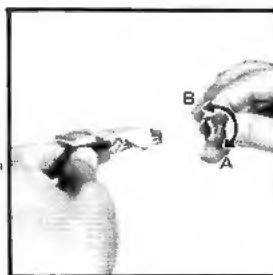

Fig. 4 Abb. 4
2. Mounting the cartridge (Figs. 4, 5)
• Removal and mounting of the headshell (Fig. 4)
2. Montage des Tonabnehmers (Abb. 4, 5)
•Demontage und Montage des Systemträgers (Abb. 4)
1. Déballage et mise en place (Figs. 4, 5)
2. Montage de la cellule (Figs. 4, 5)
•Démontage et montage de la coquille (Fig. 4)